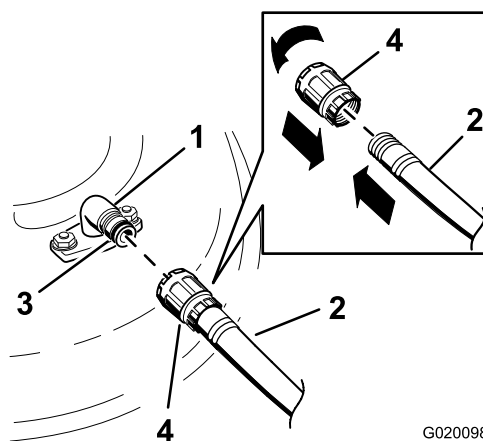

Figura 75
3. Atașați cuplajul furtunului la capătul fittingului de spălare a mainii de tuns iarbă și porniți apa cu presiune maximă (Figura 75).